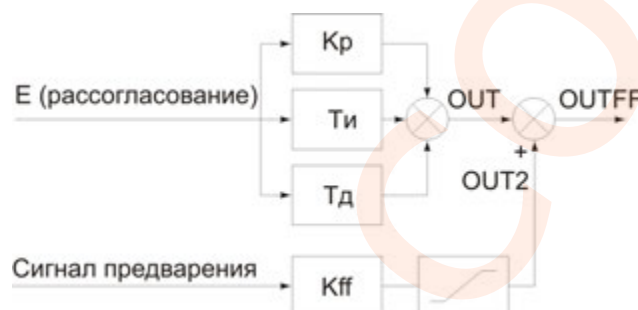

Рисунок 8.96.11 – Функциональная схема формирования выхода узла ПИД-регулятора с предварением
С выхода блока сигнал поступает на **СУММАТОР (15)**. К сумматору также подходит сигнал предварения с узла **FEED FORWARD (14)**. Чтобы в блоке импульсного дельта-регулятора появился вход предварения, параметр 27  $FF\_V$  нужно сделать «связанным». Сигнал с этого входа усиливается/ослабляется коэффициентом усиления предварения  $K_{FF}$ , заданным в параметре 28  $FF\_G$ , ограничивается уставками, заданными в параметрах 29  $FF\_h$  и 30  $FF\_l$  и подается на сумматор. Другими словами, выходной сигнал с ПИД-регулятора суммируется с выходным сигналом П-регулятора канала предварения (рисунок 8.96.11).